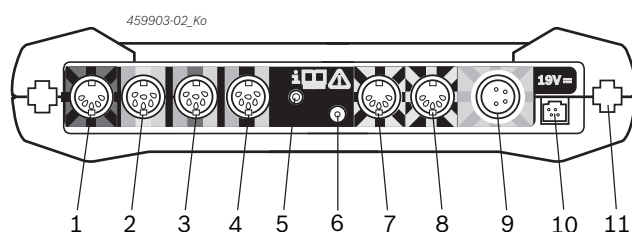

Fig. 2: Klemrække FSA 500 (nedefra)
Mht. tilslutning, se fig. 2, pos. 6.
5. Tilslut sensorerne ved de dertil beregnede stik på måleenheden (se fig. 2).